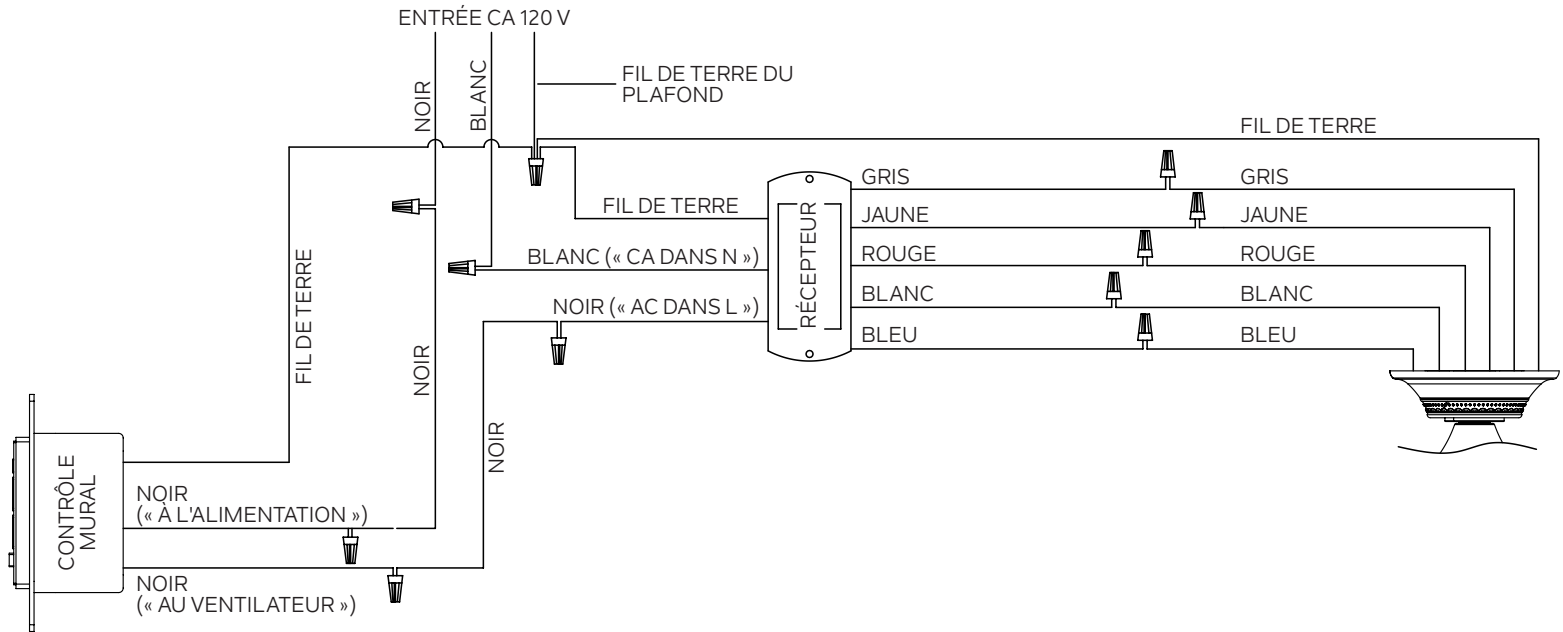

Fig. 14
Étape 2. Connectez les fils à l'aide des connecteurs comme indiqué dans le SCHEMA DE CÂBLAGE. (Fig.14)